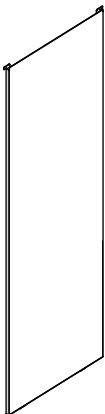
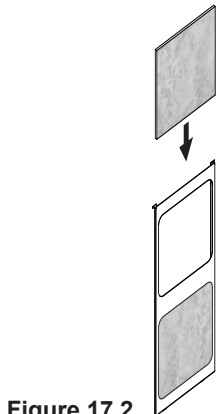
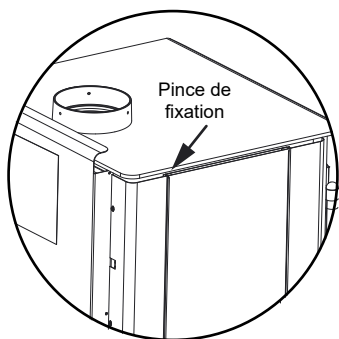

Figure 17.1
Figure 17.2
Figure 17.3
Votre appareil est expédié avec deux options de côtés, l'une est un panneau latéral complet (Figure 17.1) et un panneau latéral à tuiles (Figure 17.3). Il y en a deux chacun et il n'y a aucun côté droit ou gauche, ceux-ci pouvant donc être changés à tout moment.
3. Empilez les tuiles incombustibles dans le cadre, comme il est indiqué à la figure 17.2 en insérant la première tuile, pliez les languettes sur le côté arrière Figure 17.3, puis glissez la dernière tuile, de telle sorte qu'elle repose sur les languettes.